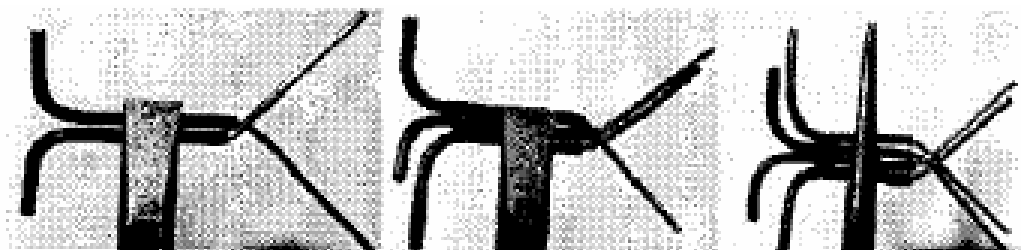

Figura 10.21
2. Cruze os condutores, segurando-os com um alicate, fazendo com que formem um ângulo de 90° a 120° aproximadamente (**figura 10.21**).